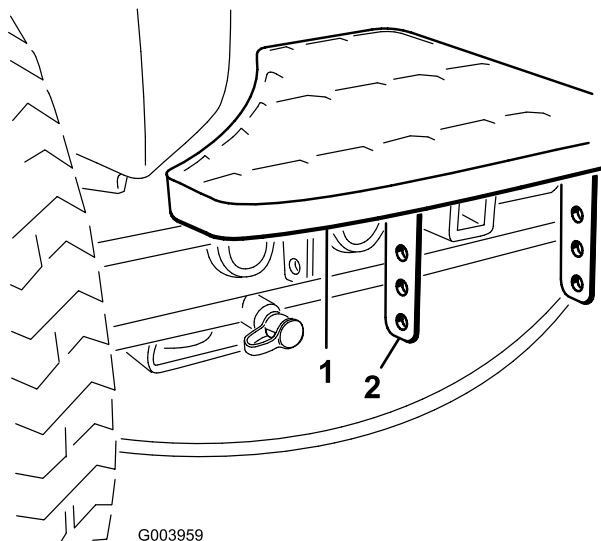

図 2
1. ステップのブラケットをトラクションユニットのフレームに固定しているボルト2本を外す (図 2)。